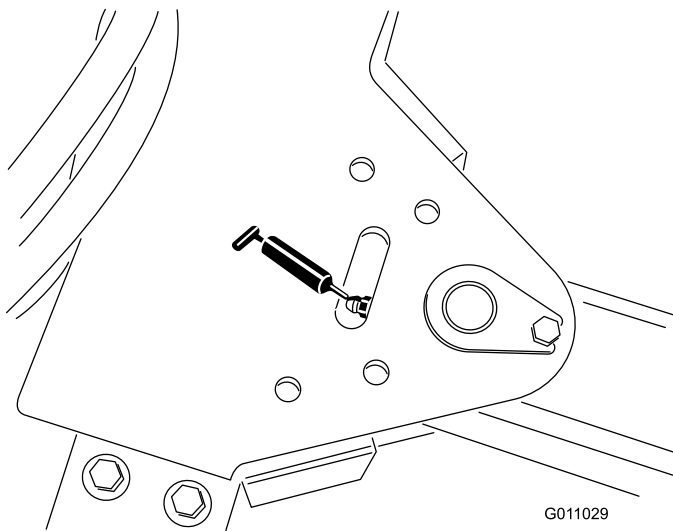

Bild 33
- Anbauvorrichtungsgelenk (1) (Bild 33)